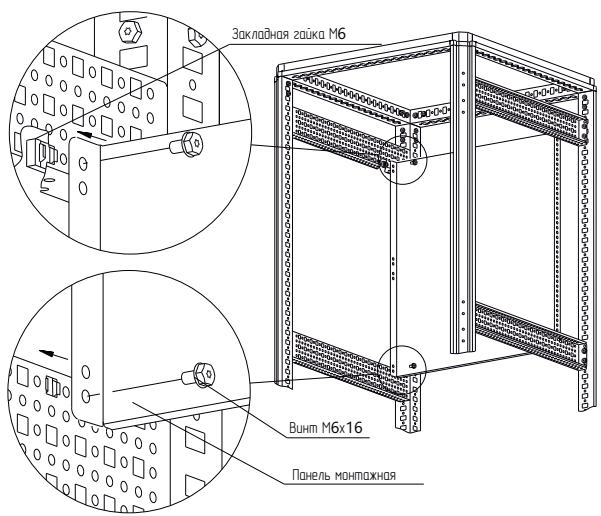

Рисунок 2
– вариант 2. Набором «закладная гайка М6 – винт М6×16 – шайба 6». Установить закладные гайки в квадратные отверстия реек монтажных и закрепить панель монтажную частичную винтами М6×16 с шайбами 6 (рисунок 2). Момент затяжки – 7 Н·м. Набор крепежа приобрести отдельно.